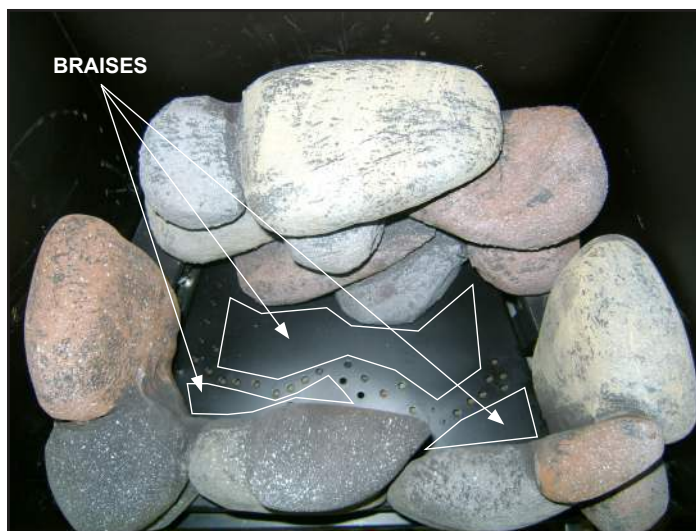

Figure 7. Disposition des braises
- Placez des pièces de braise de la taille d'une pièce de dix sous dans les zones indiquées à la figure 7. Faire attention de ne pas recouvrir les orifices. Le non-respect de ces instructions peut entraîner des problèmes d'allumage et de suie.